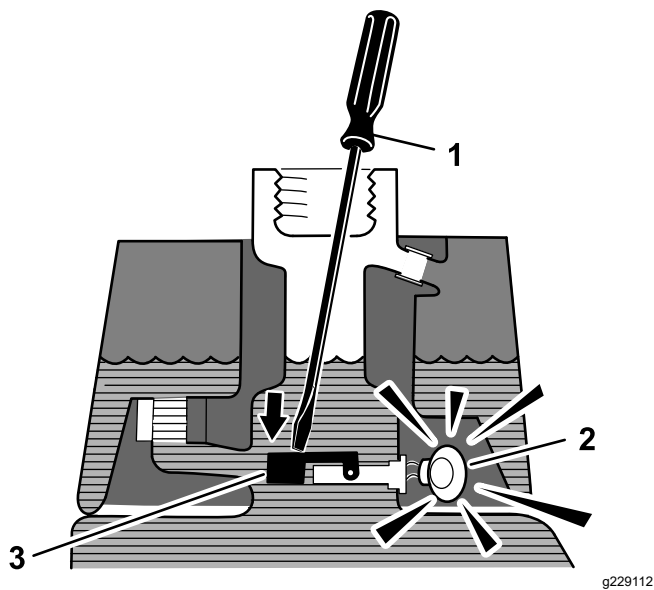

Figura 49
3. Introduzca una varilla o un destornillador limpio en el cuello del depósito y empuje hacia abajo, con cuidado, el flotador del sensor (Figura 49); debe sonar la alarma después de la demora de un segundo.